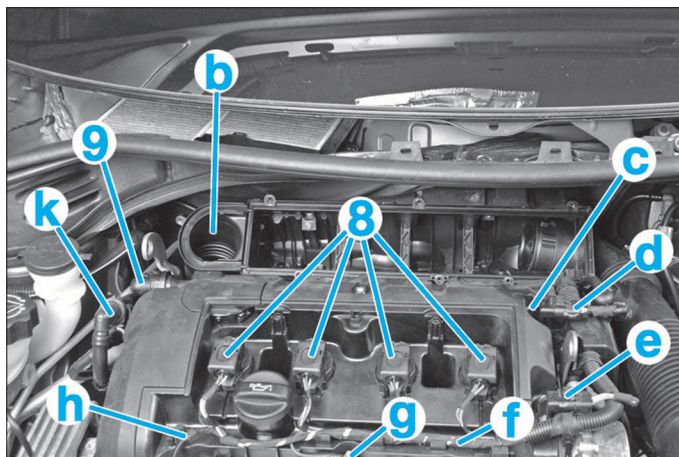
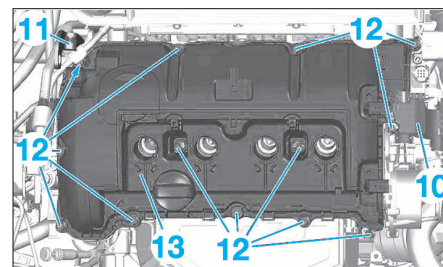
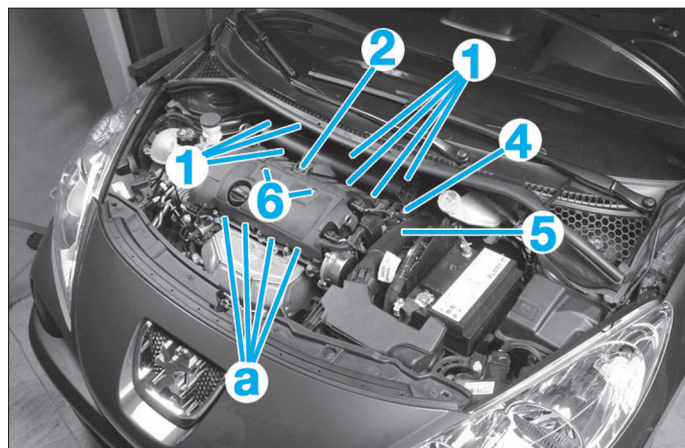

FIG. 2
FIG. 3
FIG. 1
- Déposer les vis (1) et (2) (Fig.1).
- le couvercle du filtre à air (3).
- la vis (4)
- le raccord d'entrée d'air (5)
- les vis (6).
- Obtenir l'entrée d'air en (b) (Fig.2).
- Débrancher le faisceau d'alimentation en (g) et les connecteurs (8).
- Déposer les bobines d'allumage (8).
- Débrancher le tuyau de réaspiration des vapeurs d'huile (9).
- Soulever et écarter la goulotte (10) (Fig.3).
- Desserrer la patte d'élingage (11).
- Déposer les vis (12) et le couvre culasse (13).
- Resserer la patte d'élingage (11) à $2 \pm 0,2$ daN.m.
- Soulager le moteur par l'intermédiaire de la patte d'élingage (11), à l'aide d'une grue d'atelier.